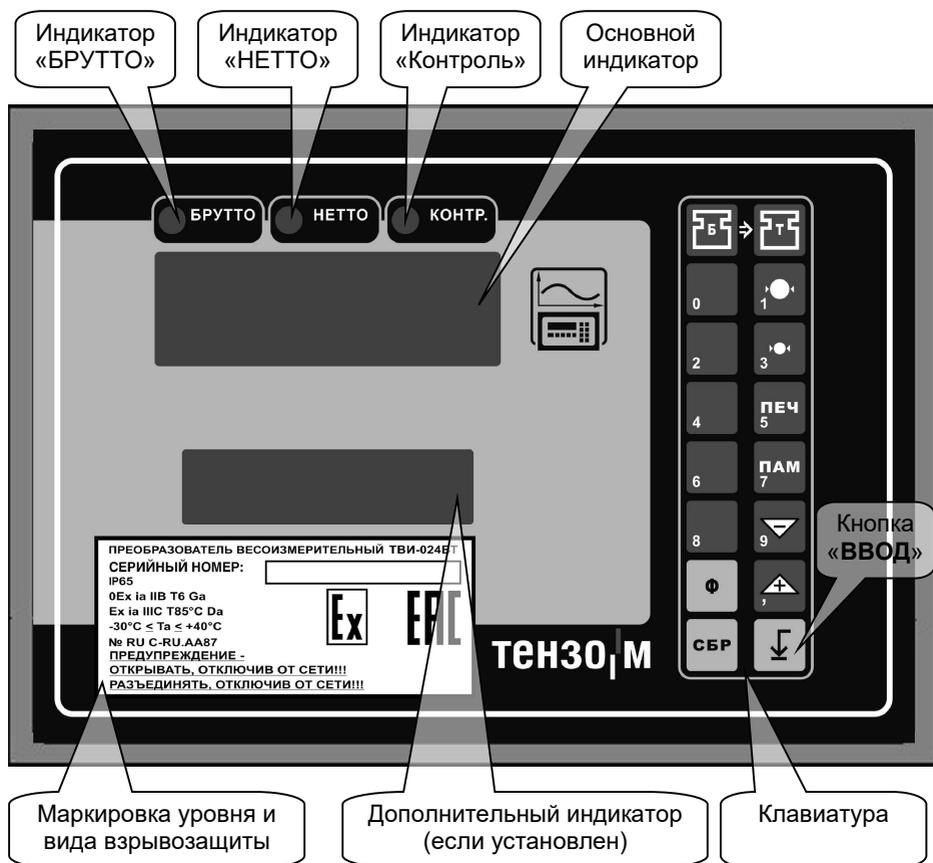

Рис. 8.1. Внешний вид ВТ Преобразователя спереди.
На Рис. 8.1 изображён внешний вид ВТ Преобразователя спереди.
11.2. После включения Преобразователь выполнит самотестирование, затем на индикатор ТВИ-024ВТ (см. Рис. 8.1 на стр. 18) будет кратковременно выведено название версии программного обеспечения Преобразователя в виде «**SC-XXX**» (где знакам **X** будут соответствовать цифры, отражающие номер версии).
Если показания веса нестабильны, загорается индикатор «Контроль», см. Рис. 8.1 на стр. 18.